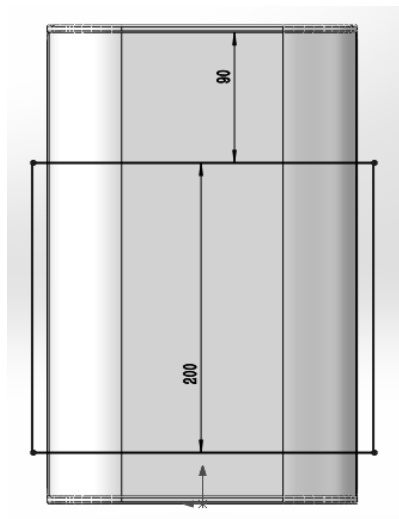

图 7-28 草图 4
(13) 选择**基准面 1**，然后单击**草图绘制** ，绘制如图 7-28 的草图 4。